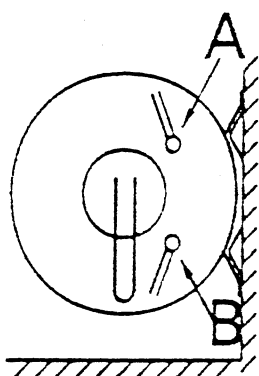

Fig. 4
- Fig.4 modèle horizontal vue latérale
- Fig.4 horizontal model, side view
- Fig.4 modelo horizontal - vista lateral
- Afb.4 horizontaal model zijeanzicht